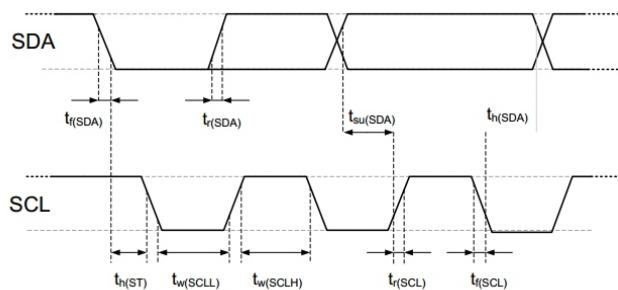

图12 数字输入/输出端的时序图。缩略语在表 8 中进行了解释。较粗的 SDA 线由传感器控制、普通的 SDA 线由单片机控制。请注意 SDA 有效读取时间由前一个转换的下降沿触发。
SDA 引脚用于传感器的数据输入和输出。当向传感器发送命令时，SDA 在串行时钟（SCL）的上升沿有效，且当 SCL 为高电平时，SDA 必须保持稳定。在 SCL 下降沿之后，SDA 值可被改变。为确保通信安全，SDA 的有效时间在 SCL 上升沿之前和下降沿之后应该分别延长至 TSU 和 TH0 -参考图 12。当从传感器读取数据时，SDA 在 SCL 变低以后有效 (TV)，且维持到下一个 SCL 的下降沿。
电气特性，如功耗、输入和输出的高、低电平电压等，依赖于电源供电电压。为了使传感器通讯顺畅，很重要的一点是，确保信号设计严格限制在表 7、8 和图 12 所给出的范围内）。
表 8 I²C 快速模式数字输入 / 输出端的时序特性。具体含义在图12 有所显示。除非另有注明。